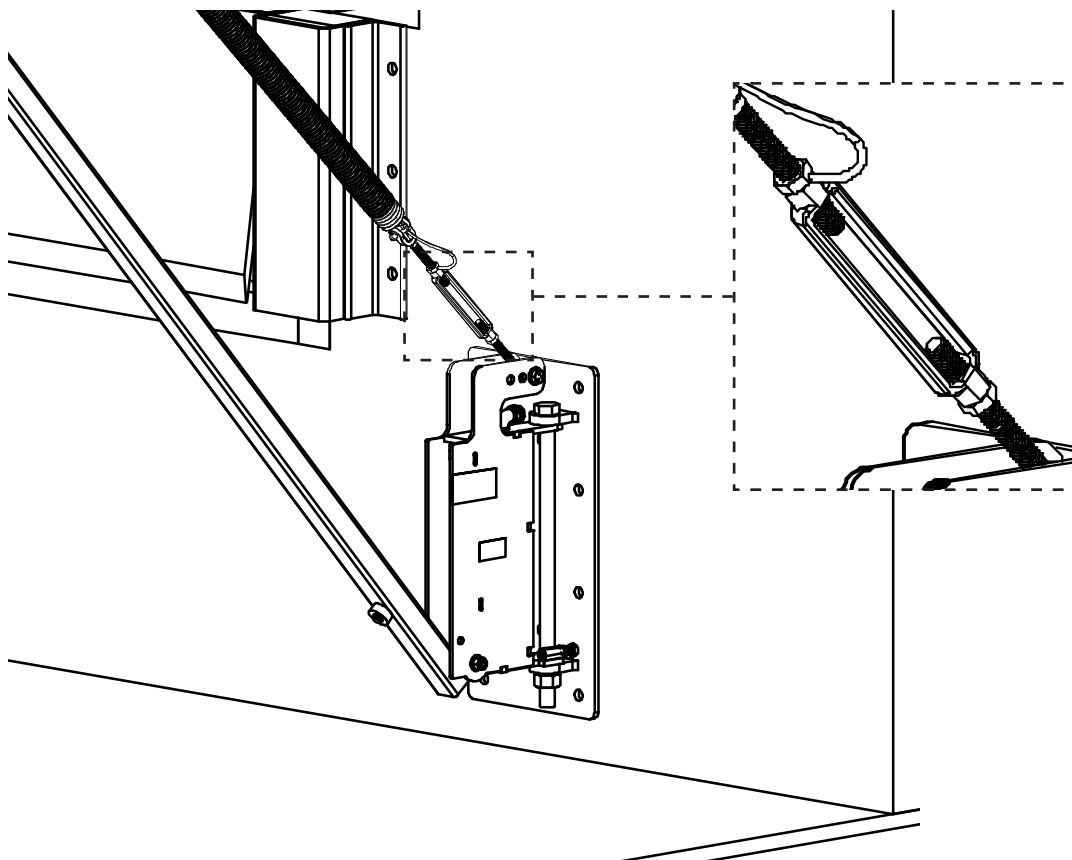

Figure 50
2. Régler la tension du ressort à l'aide du tendeur, comme illustré à la **figure 50**, page 42. Desserrer les contre-écrous et régler le tendeur à la tension souhaitée. Le bras doit se rétracter vers le mur en 5 secondes ou moins.